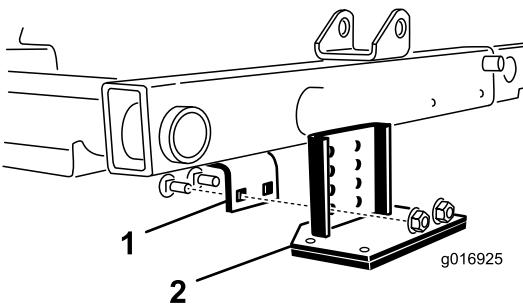

Рисунок 8
- Найдите кронштейн рамы над центральным режущим блоком (Рисунок 8).
- Нажимая передний валик центрального режущего блока вниз, определите, какие отверстия кронштейна опрокидывателя совпадают с отверстиями кронштейна рамы и обеспечивают такой же контакт валика при установленном кронштейне опрокидывателя (Рисунок 8).
4. Опустите режущие блоки и установите кронштейн опрокидывателя на кронштейн рамы с помощью 2 (двух) каретных болтов и гаек, поставляемых с механизмом опрокидывания валика (Рисунок 8).